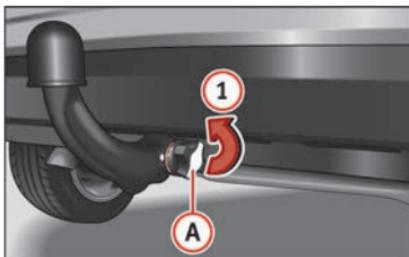

Abb. 201 Schlossabdeckung entfernen /
- Nehmen Sie die Abdeckung **A** in Pfeilrichtung **1** » » Abb. 201 vom Schloss des Handrändelrads ab.